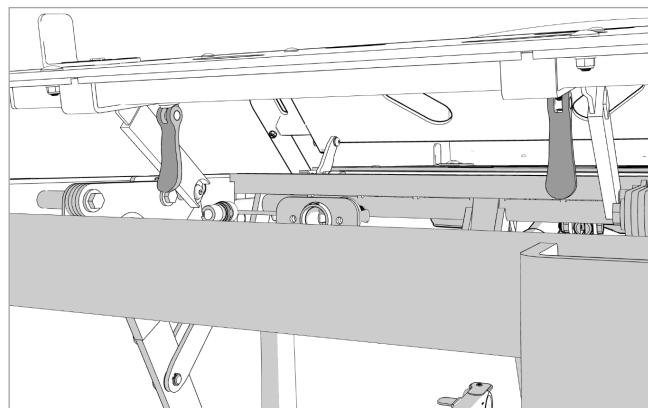

Afbeelding 11.8
3. Verhoog de beensteun naar de hoogste instelling, volgens de instructies in hoofdstuk 9 zoals weergegeven in Afbeelding 11.8.